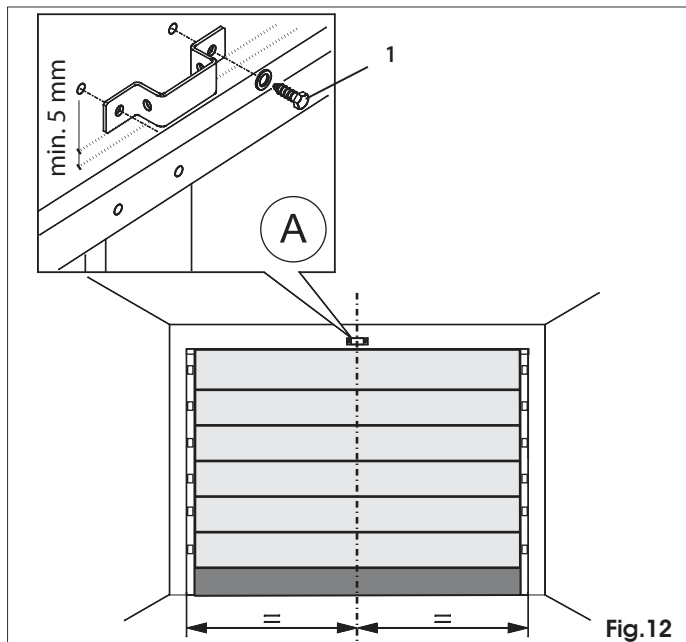

Fig. 12
- 1) Na nadprożu nakreślić linię odpowiadającą pionowej linii środkowej drzwi (Rys. 12).
- 3) Umieścić wspornik mocujący przedniego elementu mocującego tak, aby dolna krawędź znajdowała się co najmniej 5 mm powyżej punktu przecięcia linii i była wyśrodkowana względem pionowej linii (Rys. 12). Należy odnieść się również do punktu 7.2., w celu prawidłowego ustawienia wspornika względem punktu mocowania na drzwiach.
- 5) Wykonać wiercenie i montaż, za pomocą śrub (odn. 1 Rys. 12) **NIE** dostarczonych w wyposażeniu.